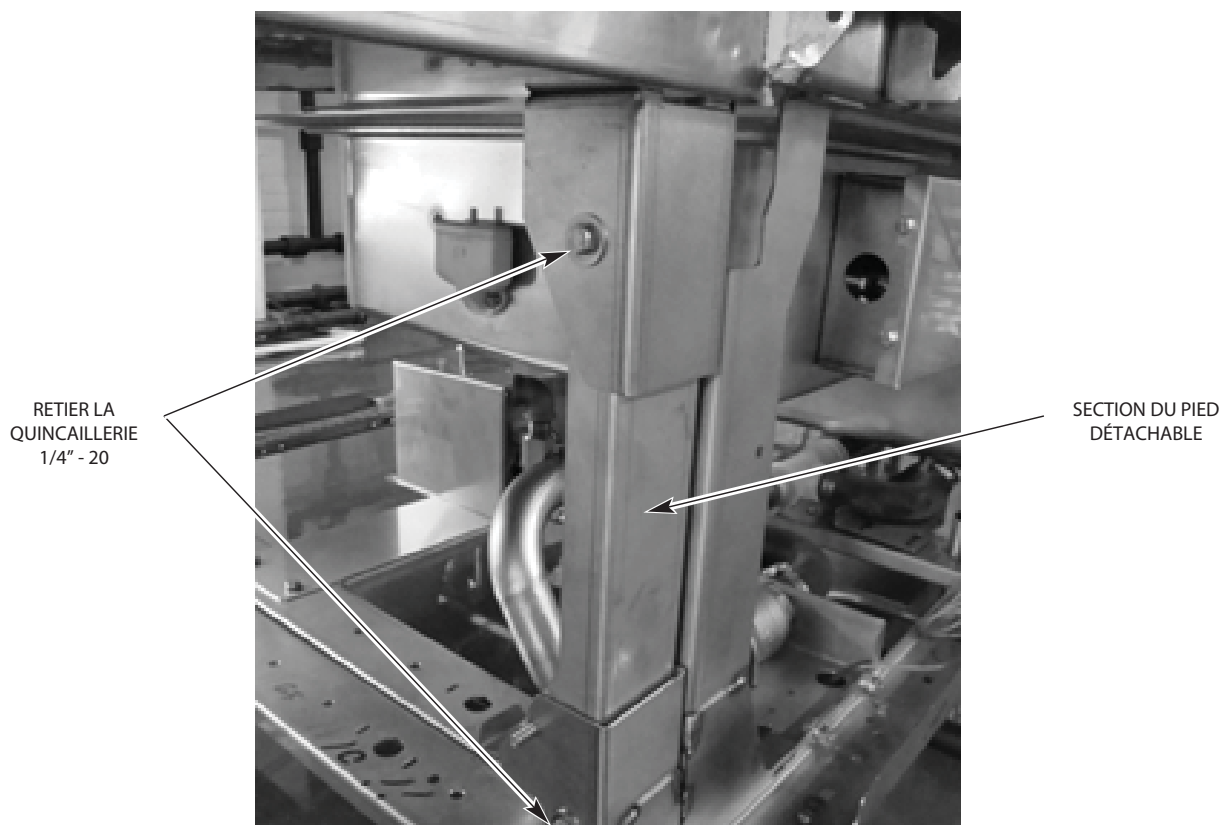

Fig. 5
2. Retirez la pièce de pied détachable de la patte avant de la section de déchargement où le poste de commande sera installé. Ceci permet aux câbles qui sont préinstallés dans le poste de commande d'être acheminé dans l'assemblage du pied (Fig. 5).